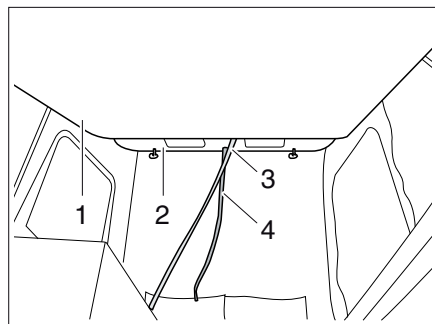

Fig. 64 Cama en el techo para dormir
- Empujar el techo para dormir (Fig. 64,2) de los tiradores con ambas manos hacia arriba.
- Tirar el colchón (Fig. 64,1) del dispositivo corredizo (Fig. 64,3) hacia abajo, hasta escuchar que engatilla.
- Empujar el colchón (Fig. 64,1) hacia arriba.
- Tirar el techo para dormir del dispositivo corredizo (Fig. 64,4) hacia abajo.